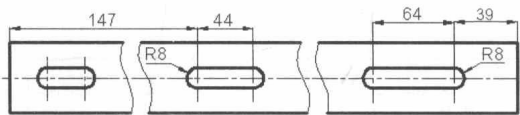

图 1.1.12 完成键槽的创建
(8) 参照以上步骤分别绘制另外两个键槽, 其宽度值均为 16, 其他尺寸如图 1.1.12 所示。